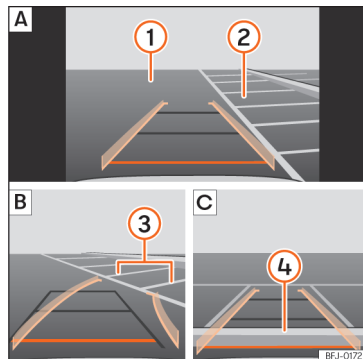

Fig. 144 Afișaj pe ecranul sistemului Infotainment: parcare cu asistentul la deplasarea în marșarier.
Explicație pentru » fig. 144:
- Oprăți autovehiculul în fața locului de parcare >>> **fig. 144** **②** **A**.
- Mergeți înapoi încet și rotiți volanul astfel încât liniile galbene să vă ghideze către locul de parcare. Liniile verzi și galbene trebuie să corespundă cu liniile de limitare laterală **③** **B**.
- Oprăți autovehiculul când linia roșie a ajuns la limita din spate **④** **C**.